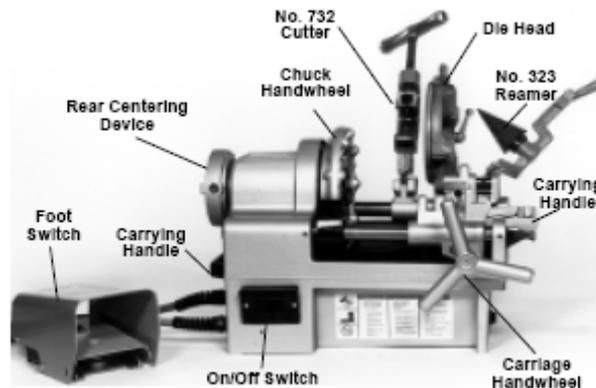

图4 — 1215型套丝机
1. 确认机器插头已拔出插座，并且开关置于关闭状态（见图4）。